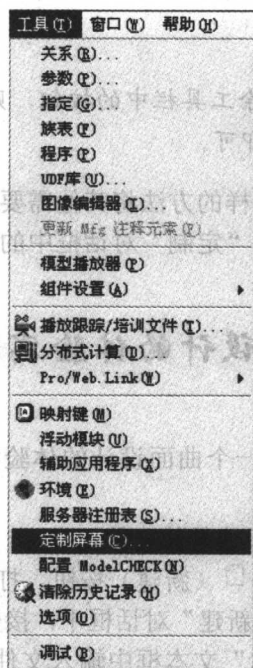

图1-5 选择“定制屏幕”命令
(1) 新建一个零件文件或者打开一个零件文件，即进入零件设计模式。
(2) 从如图1-5所示的菜单栏中，选择“工具”→“定制屏幕”命令，打开“定制”对话框。